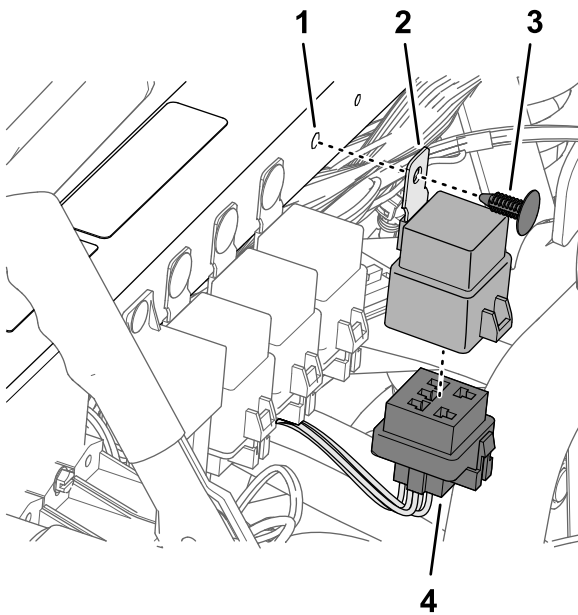

Bild 186
1. Stecken Sie den 5-Stift-Stecker des Relais in den 5-Buchsen-Stecker (Bild 186) des Kitkabelbaums, der mit ASC 10 ENABLE RELAIS beschriftet ist.
- Fluchten Sie das Loch in der Befestigungsnahe des Relais mit dem Loch im Stützrohr des Stoßdämpfers aus und befestigen Sie das Relais mit einer Eindrückbefestigung am Rohr (Bild 186).